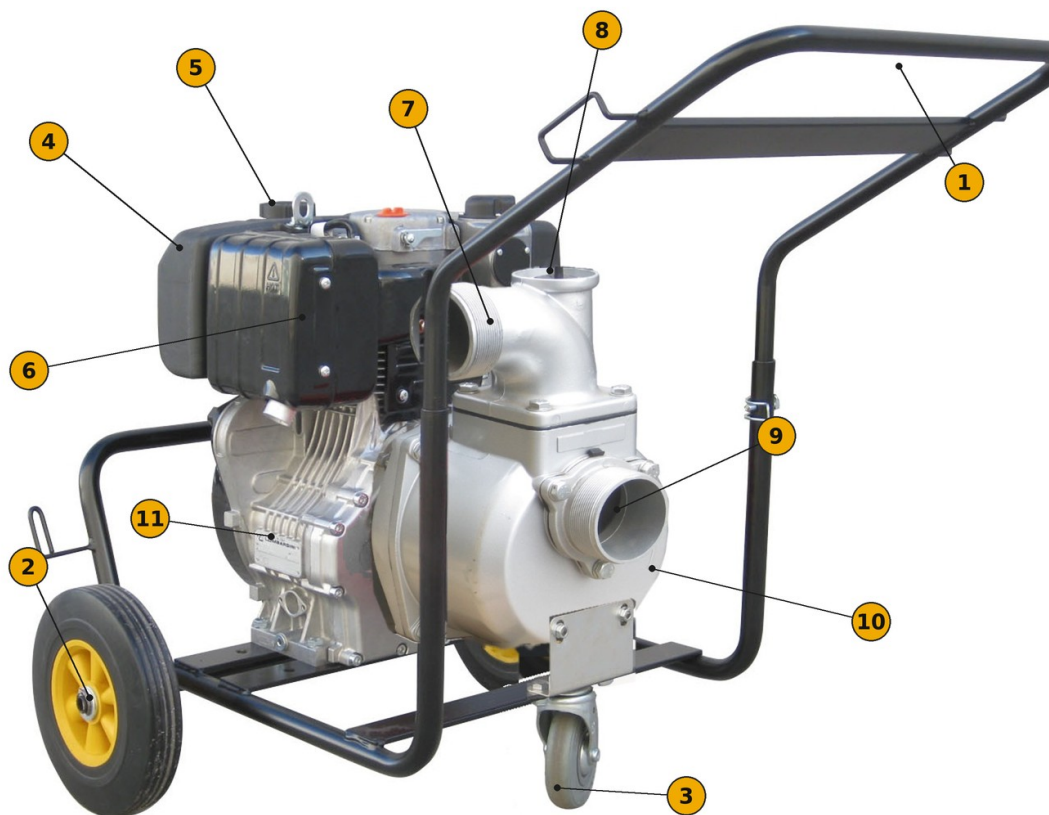

FIG. 2 — Composants principaux (AY-350 BP AUT)
- 1) Moteur arrêté et froid, retirez le bouchon du réservoir (FIG. 2, 5).
Vérifiez que le filtre à air (FIG. 2, 6) est propre, correctement monté et en bon état (voir « Entretien »). Ne faites jamais fonctionner le moteur sans filtre à air.